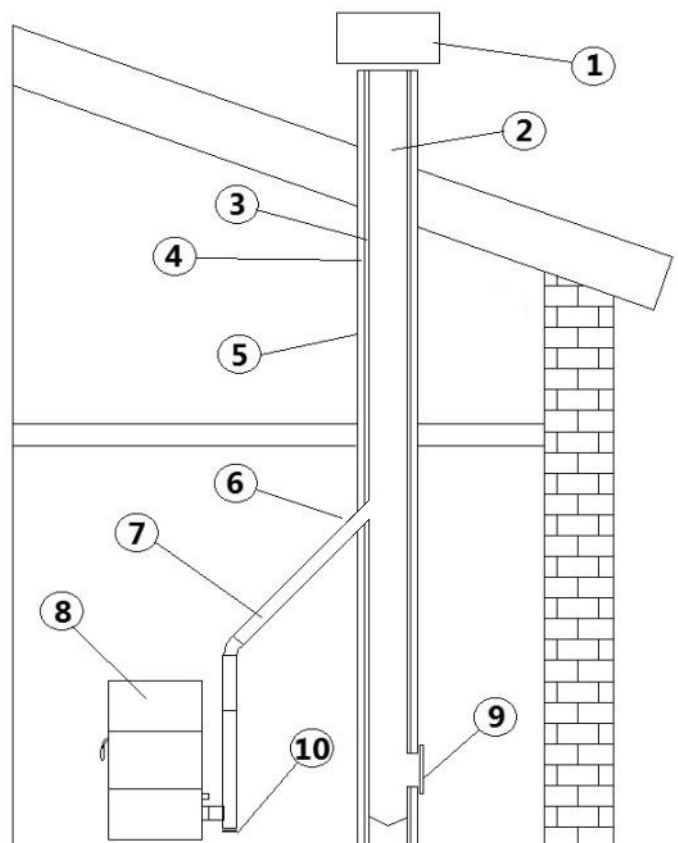

Fig. 2 - Componentes de chimenea
LEYENDA	Fig. 2
La chimenea tiene que ser única (véase Fig. 2 a pág. 9) con tubos inox aislados (1) o en la chimenea existente (2). Las dos soluciones tienen que tener un tapón de inspección (3) y/o una puerta de inspección (4).